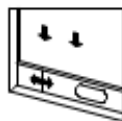
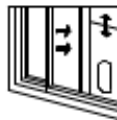

Abb. 2
Abb. 3
a) Kippen Sie das Fenster und montieren Sie das Dichtungselement mit der Halterung für den Abluftschlauch (wie in Abb. 2 und Abb. 3 dargestellt). Die Platte kann entweder horizontal oder vertikal platziert werden.